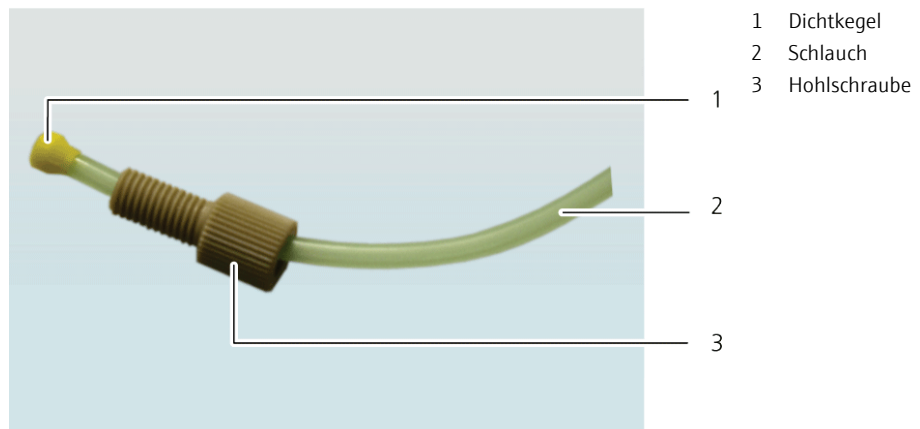

Bild 12 Schlauchverbindung ersetzen
3. Den Dichtkegel (1 in Bild 12) der Fingertight-Verschraubung mit der konischen Seite zur Hohlschraube hin auf den Schlauch schieben. Dichtkegel und Schlauchende müssen bündig abschließen.